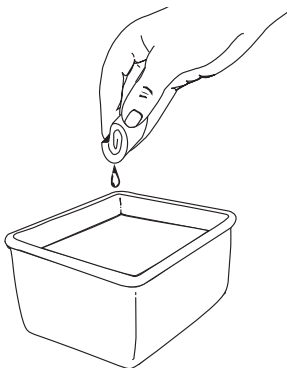

Fig. 36
3. Lave el filtro con agua y detergente (Fig. 36). Enjuague bien el filtro y déjelo secar.